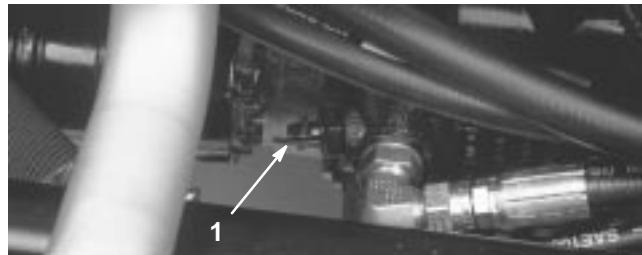

Bild 26
1. Machen Sie das Bypassventil an der Pumpe ausfindig (Bild 26) und drehen das Ventil um 90°.